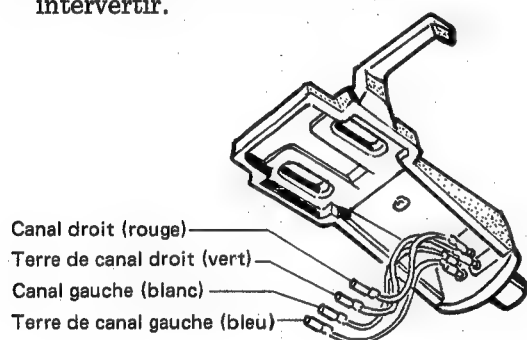

Fig. 2
2. La Fig. 2 montre comment sont alignées les bornes de la coquille livrée comme accessoire. Vérifier l'emplacement et la polarité de chacune des cosse de la cellule et y relier les fils de branchement en prenant garde de ne pas les intervertir.